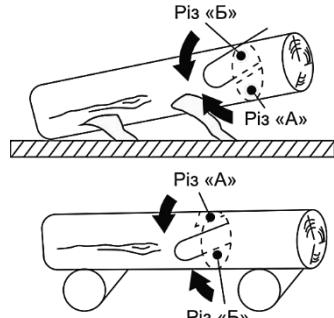

Рисунок 5
Зробіть розпили колоди таким чином. Перший розпил (A) зробіть знизу вгору на 1/3 товщини колоди та закінчіть розпилювання (B) зверху вниз (рисунок 5).